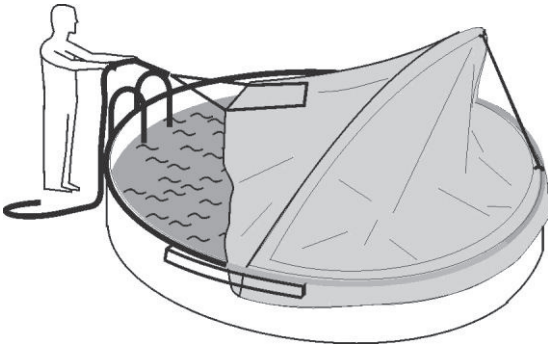

Abb. 10.2
- Cabrio Dom umklappen. Durch das Zugseil (18) muss das Umklappen kontrolliert werden. (Abb. 10.2)